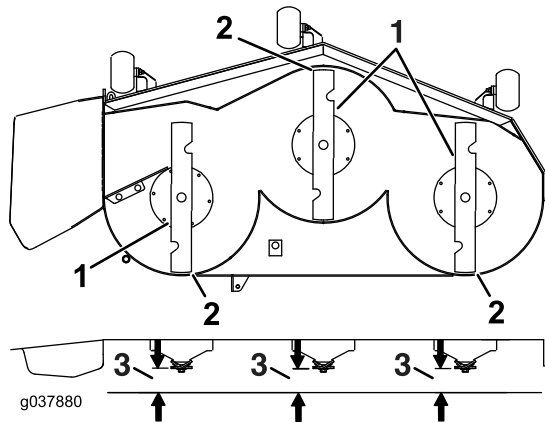

Figure 97
7. Vérifiez l'inclinaison avant/arrière des lames (Figure 97). Vérifiez que la pointe avant de la lame est plus basse que la pointe arrière, comme montré dans le tableau de hauteur de cales et d'inclinaison. Si un réglage est nécessaire, poursuivez cette procédure.